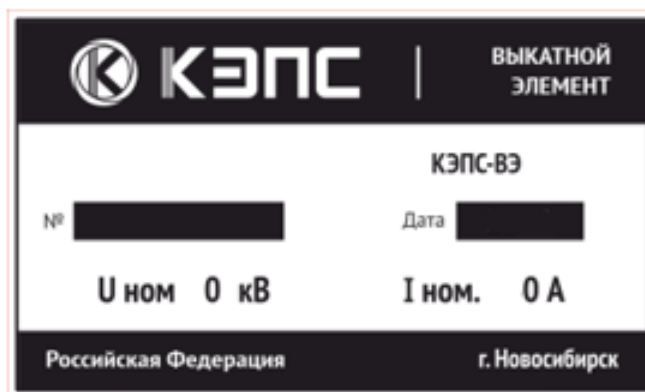

Рисунок 5 – Маркировка
1.7.1 Каждый выкатной элемент согласно ГОСТ 14693 п.п.2.12.1 должен иметь табличку рисунок 5, соответствующую ГОСТ 12971, на которой согласно ГОСТ 18620 п. 2. указывается: